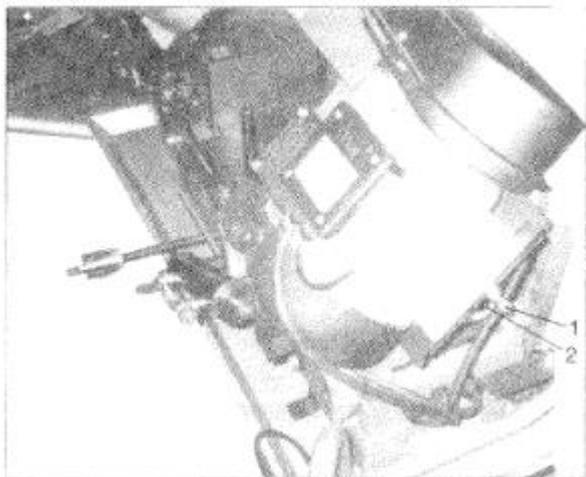

Рис. 5
2. Открутить винт, крепящий пластину двигателя (1 на рис. 5).
3. Открутить передвигной затвор пластины двигателя (2), так чтобы можно было передвигать ленту на колёсах.
5. Затянуть передвигной затвор пластины двигателя (2), чтобы заново натянуть ленту.
6. Затянуть зажимной винт пластины двигателя (1).
3. Поместите квадрат (А на рис. 5) на станину напротив ленты и зафиксируйте губку тисков. Квадрат должен быть по всей длине челюсти и лезвия без перерыва. Если требуется регулировка, ослабьте стопорный болт, удерживающий поворотный диск, и поворачивайте стопорный болт над поворотным пильным диском, пока пильный диск не совместится с квадратом.